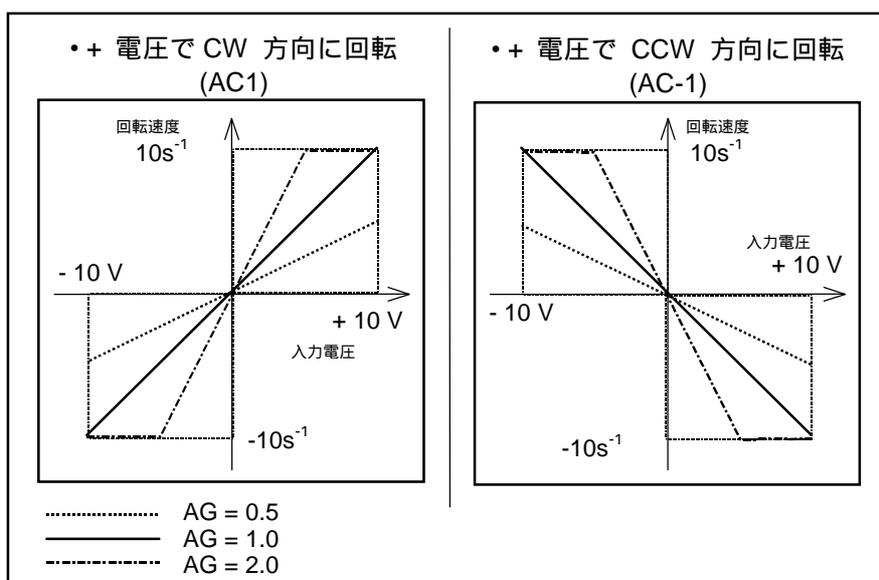

図 3-3：指令電圧とモータ回転速度(DI0)
- 指令電圧と回転速度の関係は、パラメータ AG で変更可能です。（図 3-3 参照）